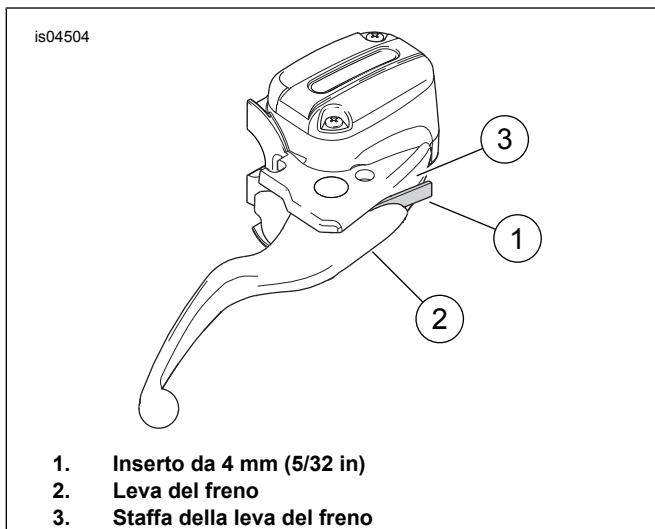

Figura 1. Protezione dell'interruttore della luce di arresto
Utilizzare l'occhiello di una fascetta fermacavi se l'inserto di cartone non è disponibile. Vedere Figura 1.
Utilizzare l'occhiello di una fascetta fermacavi se l'inserito di cartone non è disponibile. Vedere Figura 1
5. Prendere dal kit le viti (3) e le rondelle piatte (4) **nuove**. Collocare una rondella sulla filettatura di ogni vite. Allineare i fori nel **nuovo** morsetto del manubrio con quelli nella scatola della pompa ed avvitare le due viti nei fori filettati.
7. Collocare le **nuove** rondelle di rame (6, incluse nel kit) su ciascun lato del raccordo della tubazione del freno. Inserire il **nuovo** bullone passante (5) attraverso le guarnizioni e il raccordo. Avvitare il bullone nella scatola della pompa del freno e serrarlo ad una coppia di 17–20 N·m (13–15 ft-lbs).
8. Rimuovere l'inserto dalla leva del freno. Vedere Figura 1